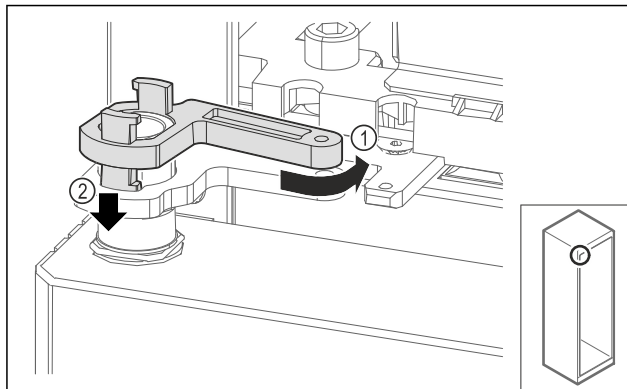

Fig. 67
- ▶ Ξεβιδώστε ελαφρά το κλείδωμα του στηρίγματος Fig. 67 (1), πιέστε προς τα κάτω Fig. 67 (2) και κλειδώστε το στη γωνία μεντεσέ.